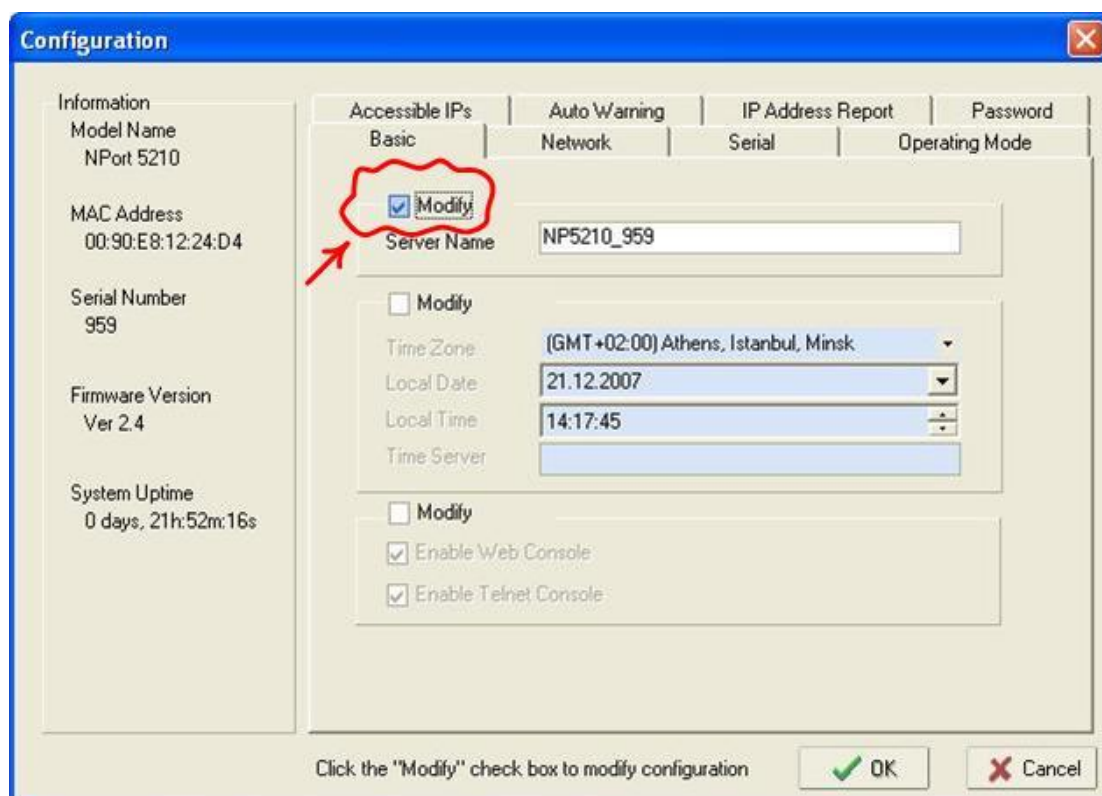

Рисунок 6 – Окно настройки модуля «Аларм-Ethernet»
3.2.7 С помощью мышки сделайте двойной щелчок по строке в разделе «Configuration» для настройки модуля. На экране отобразится окно настройки «Configuration» (рисунок 6) с закладками «Basic» – основные, «Network» – сеть, «Serial» – настройка последовательных портов RS232, «Operation Mode» – режим работы.